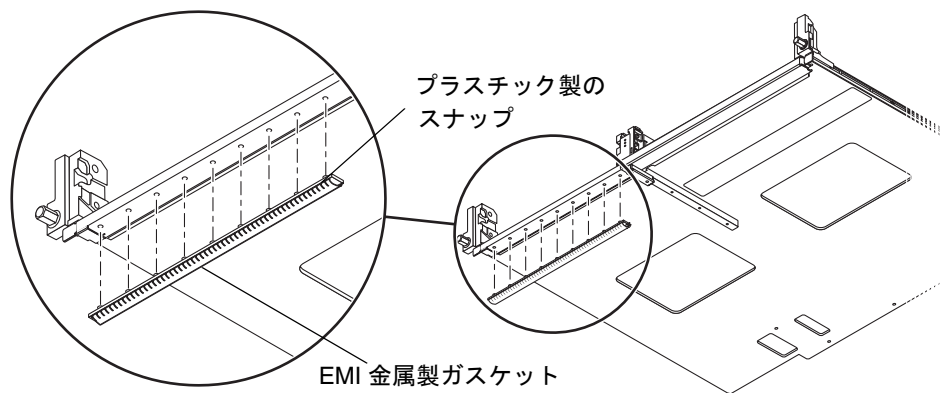

図 10-6 EMI 金属製ガスケットの取り付け
9. 9 つのプラスチック製スナップをキャリアプレートの正面の端にある 9 つの穴に合わせて、新しいガスケットを取り付けます (図 10-6)。必要に応じて、新しいキャリアプレート上で、各スナップが 9 つの穴に完全に固定されて突起または縁が見えなくなるまで、親指と人差し指でスナップを押します。